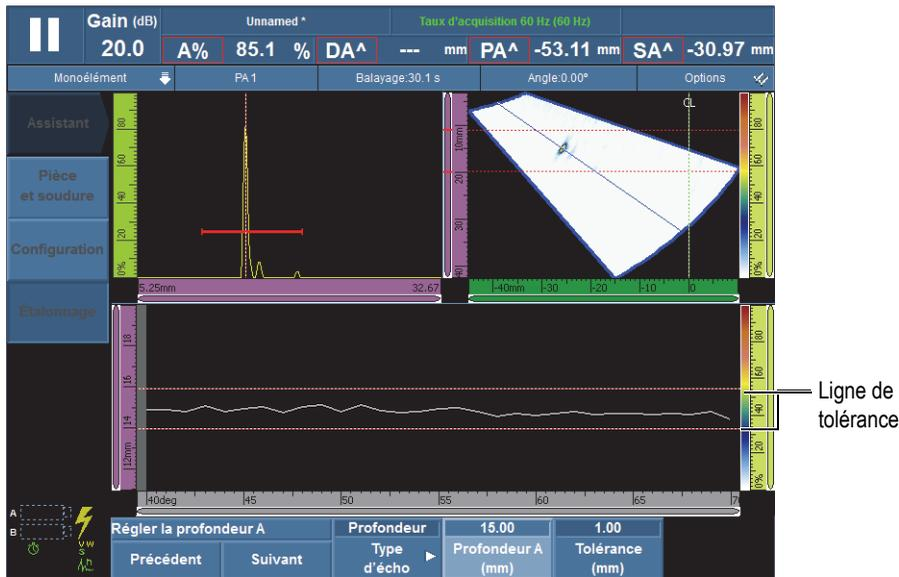

Figure 5-9 Création de l'enveloppe d'étalonnage du délai du sabot
- a) Déplacez la sonde au-dessus du réflecteur étalon pour créer l'enveloppe (voir la Figure 5-9 à la page 142).